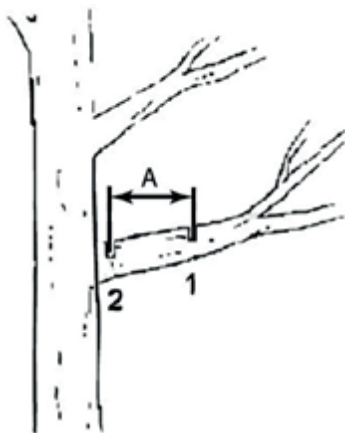

Рисунок 8. Схема спилання великих гілок.
3. Спилювання великих гілок діаметром більше 100 мм рекомендується здійснювати послідовно. Щоб гілка не зламалася, розмір між різами бажано вибирати приблизно 250 мм, рис. 8.